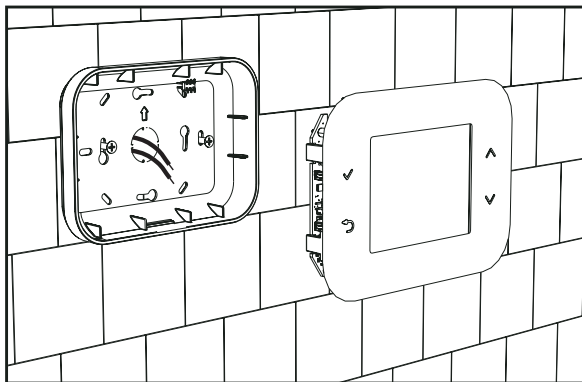

fig. 7
- Fiksoni panelin e pasmë direkt në mur ose në kuti elektrike me 2 ose 3 module sipas vendeve të posaçme për vida, duke u kujdesur që të kaloni kabllojt përmes folesë siç tregohet në fig. 7.